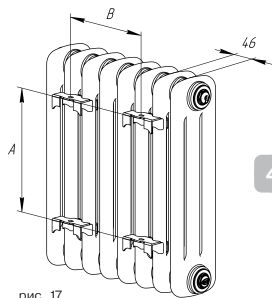
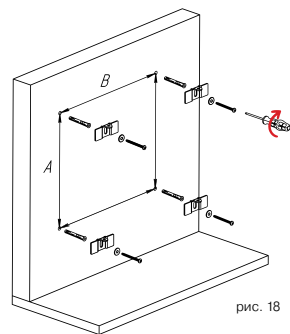

рис. 17
рис. 18
- 4** Снимите размеры «А» и «В» рис. 17. Выполните разметку основания согласно рис. 18. Для оптимальной теплоотдачи расположите прибор согласно схеме рис. 1.
Закрепите установочную планку как показано на рис. 18. Планка имеет диапазон вертикальной регулировки ± 6 мм.